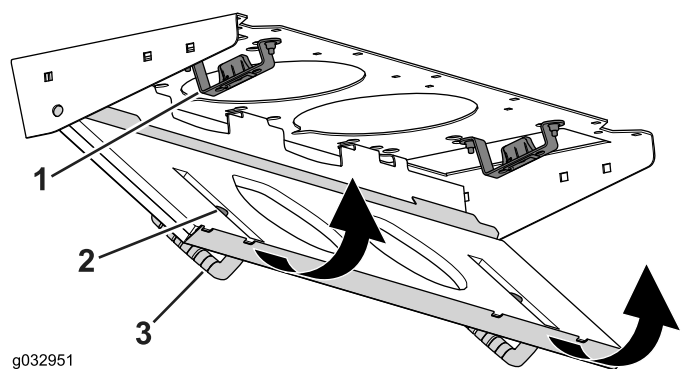

図 85
4. フィルタスクリーンを回転させてラッチをラッチ取り付けアセンブリにロックする 図 85。